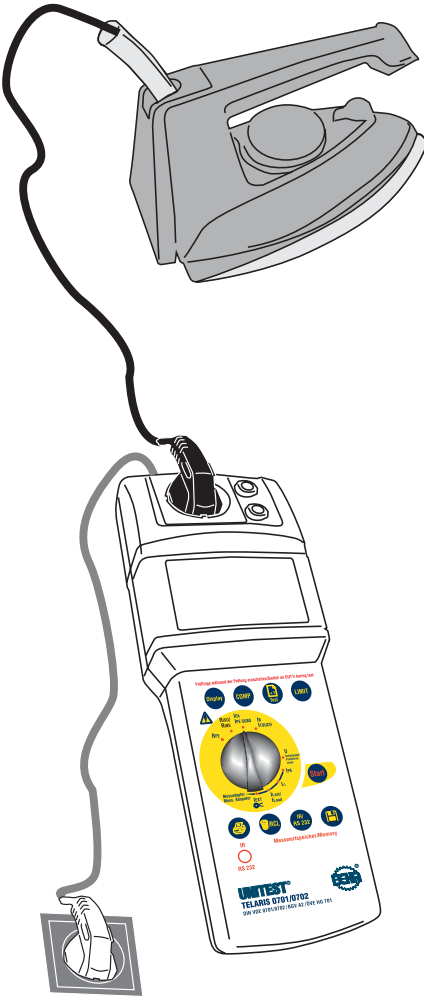
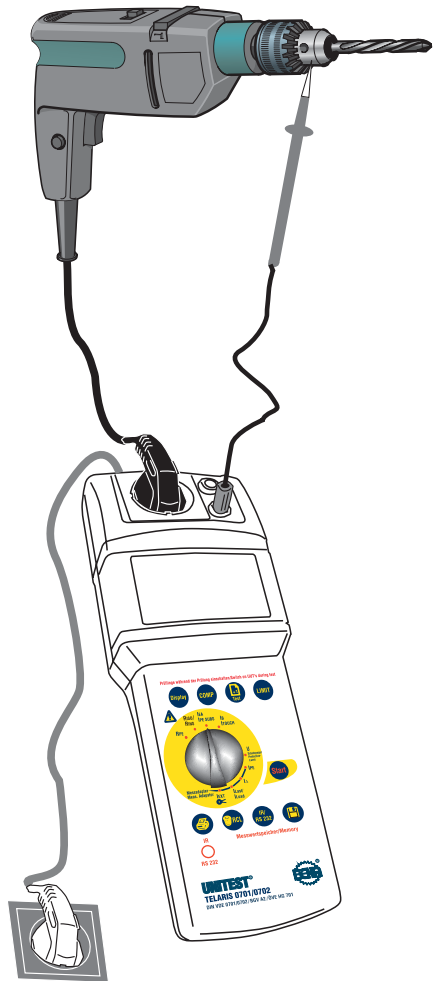

Bild 6.8: Messung des Ersatzableitstromes bei Geräten der Schutzklasse I
Bild 6.9: Messung des Ersatzableitstromes bei Geräten der Schutzklasse II
- Schließen Sie den UNITESTTELARIS 0701/0702 mit dem Netzanschlussstecker (1) an eine funktionsfähige und ordnungsgemäß angeschlossene Schutzkontakt-Netzsteckdose an.
- Stellen Sie den Drehschalter 'Messfunktion' (15) auf die Schalterstellung 'IEA'
- Stellen Sie mittels der Taste LIMIT (7) den Grenzwert für den Ersatzableitstrom ein, Grenzwerte siehe Tabelle 2.
- Stecken Sie den Netzstecker des Prüflings in die Prüfsteckdose (3), siehe Bild 6.8.
- Drücken Sie die Taste „Start“ (9). Das blinkende Symbol für die Messeinheit im Display signalisiert den aktuellen Messvorgang.
- Lesen Sie den Messwert von der LC-Anzeige (6) ab. Das Symbol 'LIMIT' (21) zeigt bei eingeschalteter Grenzwertanzeige eine Überschreitung des Grenzwertes an.
- Bei Geräten der Schutzklasse II oder III und berührbare leitfähige Teilen von Geräten der Schutzklasse I, die nicht mit dem Schutzleiter verbunden sind, verbinden Sie zusätzlich die Buchse 'PE' (5) mit allen berührbaren leitfähigen Gehäuseteilen des Prüflings, siehe Bild 6.9.
- Die Messergebnisse können durch Drücken der Taste  (10) abgespeichert werden. Hinweise zu Speichern von Messwerten siehe Abschnitt 7.1 und 7.2.